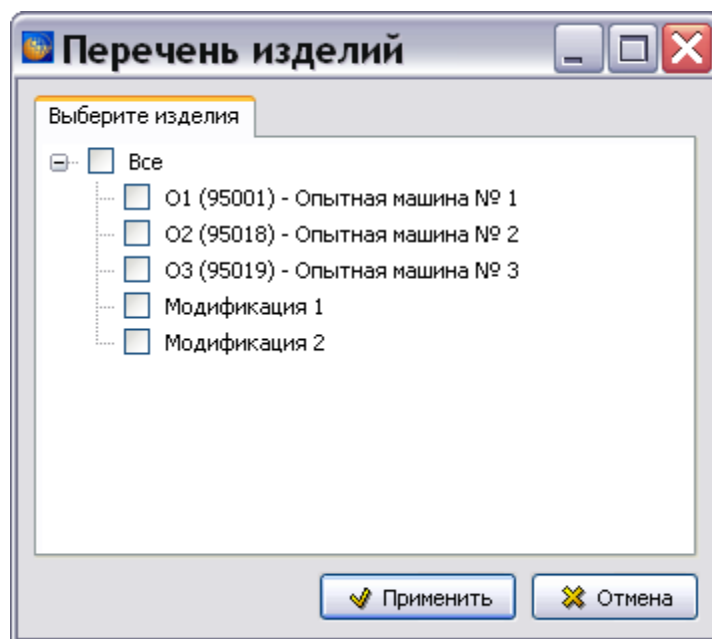

Рис. 18.13
10. В поле **Перечень изделий** нажмите на кнопку  для задания ограничений (Рис. 18.13).